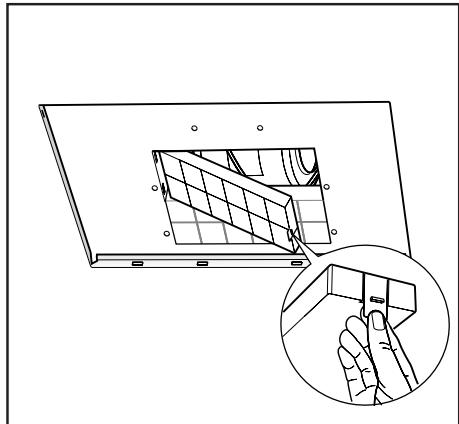

Fig.17
- **Fiterversie:** sluit de buigzame leiding aan op deflector **M** en bevestig schroef **I** zoals getoond wordt in (afb.8). De actieve koolstoffilters moeten op de afzuiggroep geplaatst worden die zich binnen in de kap bevindt (afb.17).